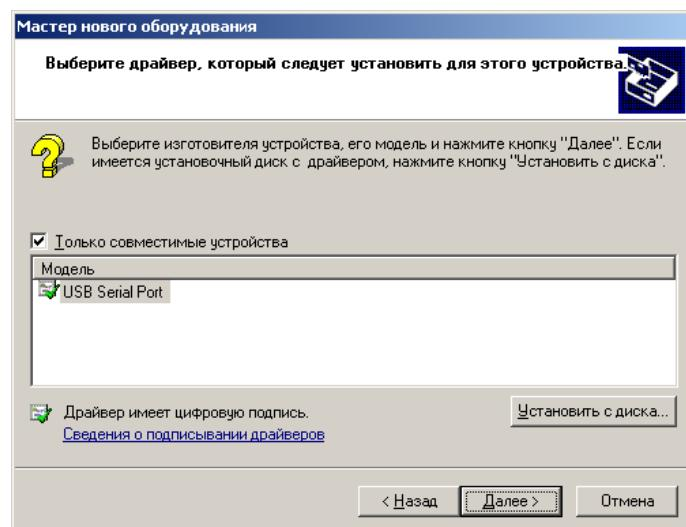

Рис.19. Выбор устройства USB Serial Port
12) После описанных выше действий система обнаружит еще одно новое устройство и Мастер нового оборудования будет запущен еще раз. Необходимо повторить последовательность действий, описанных в пунктах 5-9, затем в окне выбора драйвера устройства убедиться, что выбран флагок '**Только совместимые устройства**', а в списке моделей присутствует строка "**USB Serial Port**" (рис.19). Нажать кнопку "**Далее**".